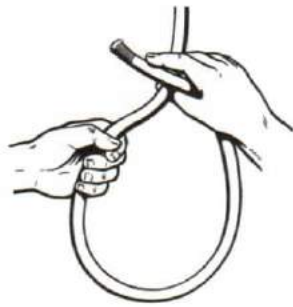
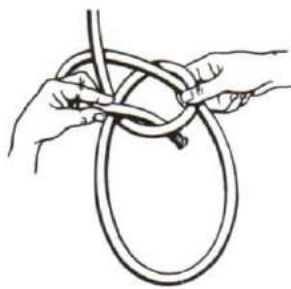

Figure 10-24
Figure 10-26
4. The Bowline is a very useful knot for putting a temporary eye in the end of a hawser or a line. It will not slip if properly tied and is easy to untie. There are various methods of tying a bowline but probably the easiest and quickest method is as follows: Hold the end of the rope in the right hand. Hold the standing part in the left hand at the spot where you want the knot. Place the end across the standing part just above the left hand as in Figure 10-24. Hold the cross together with the right hand. Turn the wrist of the left hand away from the body and bring the end up through the loop so formed, as in Figure 10-25. This loop is sometimes called the "gooseneck". Now pass the end under the standing part up around and down through the gooseneck, as in Figure 10-26 and pull taut. Practice tying a bowline until you can tie it expertly and rapidly even in the dark or under water. If you ever have the misfortune to be the "man overboard" and someone tosses you the end of a rope with no loop in it, pass the line around your body under the arms and tie a bowline in front of your body. You can now be hoisted back aboard. If you are throwing a line to another man in the water it is advisable to tie a bowline before tossing it to the man. Make the loop large enough for him to get his shoulders and arms through it easily.
4. Le noeud de chaise simple est très utile pour former un oeil temporaire au bout d'une aussière ou d'une ligne. Bien fait, il ne glisse pas et il se largue facilement. Il y a plusieurs façons de le confectionner, mais la plus facile et la plus rapide est probablement la suivante: prenez l'extrémité du cordage dans la main droite. Tenez le dormant dans la main gauche à l'endroit où vous voulez placer le noeud. Croisez l'extrémité sur le dormant juste au-dessus de la main gauche comme l'indique la figure 10-24. Retenez le croisement avec la main droite. Tournez le poignet de la main gauche vers l'extérieur et passez l'extrémité à travers la boucle ainsi formée, comme le montre la figure 10-25. La boucle est parfois appelée col de cygne. Passez ensuite l'extrémité autour du dormant et revenez à travers le col de cygne, comme l'indique la figure 10-26, puis souquez. Entraînez-vous à faire un noeud de chaise simple jusqu'à ce que vous arriviez à le faire adroitement et rapidement même dans l'obscurité ou sous l'eau. Si vous avez jamais le malheur d'être "l'homme à la mer" et que quelqu'un vous lance un cordage sans boucle, passez-vous le sous les aisselles et faites un noeud de chaise simple à l'avant; on pourra ensuite vous hisser à bord. Si c'est vous qui lancez un filin à un homme tombé en mer, il est préférable de faire un noeud de chaise simple sur le filin avant de le lancer à l'homme. Faites une boucle assez grande pour qu'il puisse facilement y passer les bras et les épaules.